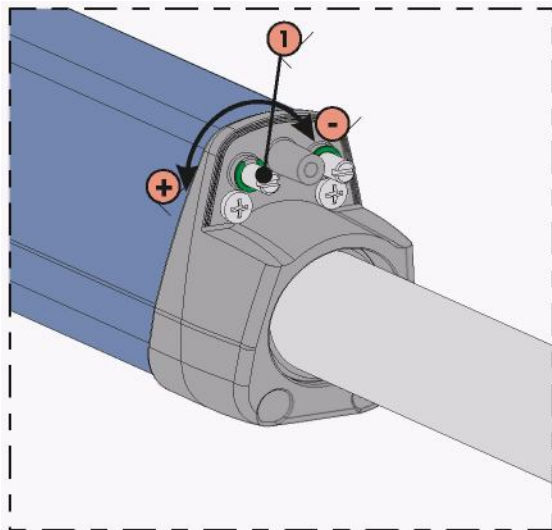

Рис. 21
- 3) Выключатель открывания ворот (FCA) регулируют винтом (рис. 21, поз. 1). Для увеличения хода штока необходимо повернуть винт против часовой стрелки, а для уменьшения хода – по часовой стрелке.